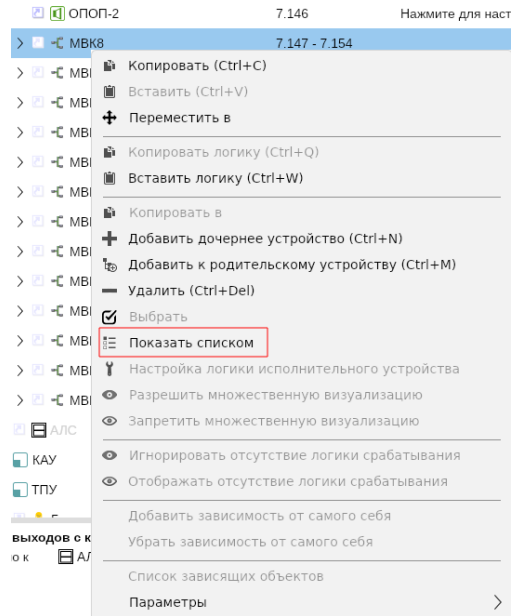

Рисунок 3.26 – Контекстное меню БМП
3. Выбрать пункт **Редактировать БМПКР** (рисунок 3.26).